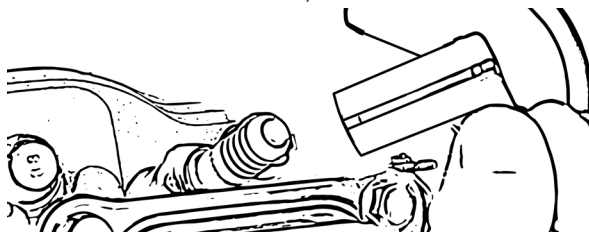

Abbildung 32
- Stecken Sie die Einheit auf die Zündkerze, Abb.32.